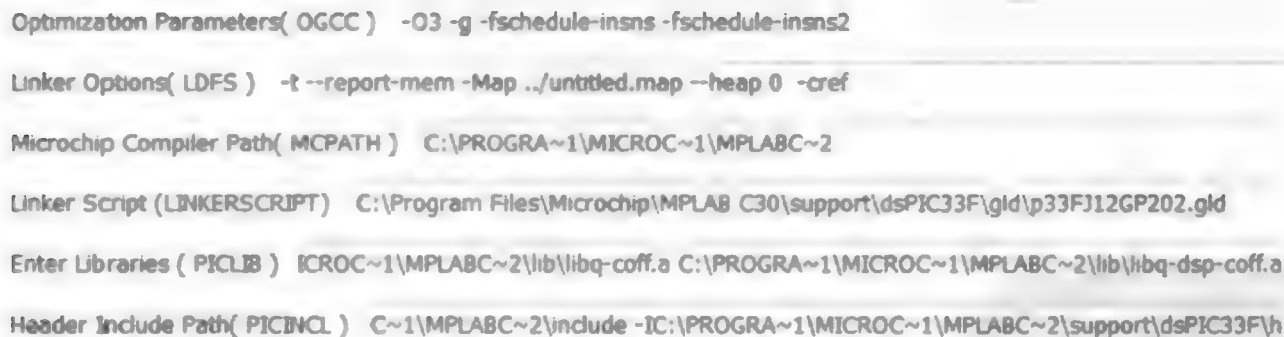

图 7.2.47 Config 模块设置
(4) 双击 Config 模块,系统自动设置 TLC 文件为 dsPIC_stf.tlc,并在模型参数对话框中添加一个 dsPIC Options 界面。在生成代码前,用户应事先检查该界面所有条目对应的文件是否存在,如图 7.2.47 所示。